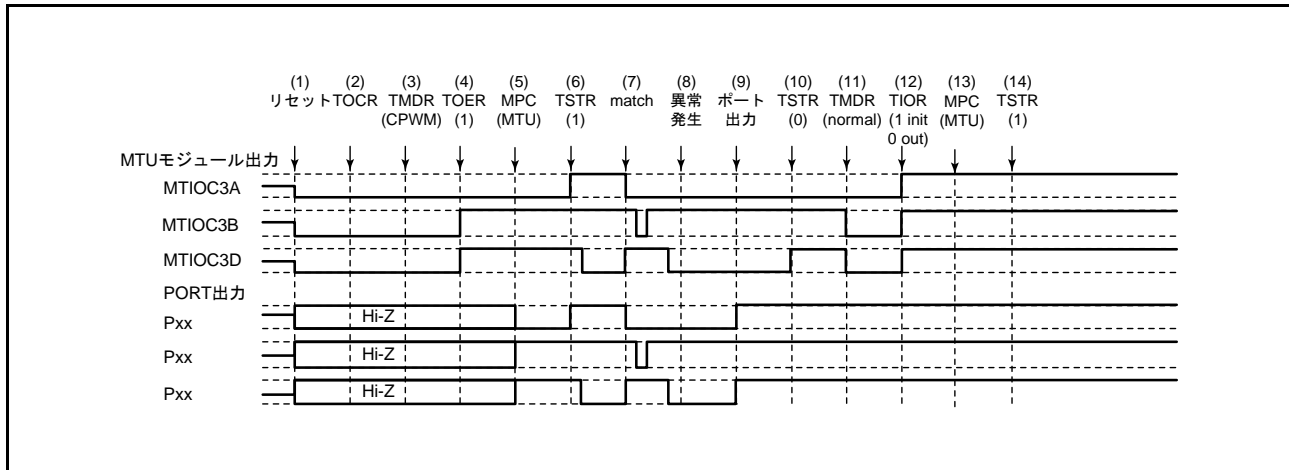

図 23.136 相補 PWM モードで異常が発生し、ノーマルモードで復帰する場合
相補 PWM モードで異常が発生し、再設定後ノーマルモードで再スタートする場合の説明図を図 23.136 に示します。
(1) ~ (10) は図 23.136 と共通です。
(11) PWM モード 1 を設定してください (MTU 出力は Low となります)。
(12) TIOR レジスタで端子を初期化してください。なお、PWM モード 1 では MTIOCnB (MTIOCnD) 端子に波形が出力されません。出力すべきレベルがある場合は、I/O ポートのポート方向レジスタ (PDR)、ポート出力データレジスタ (PODR) で汎用出力ポートの設定をしてください。
(13) MPC と I/O ポートのポートモードレジスタ (PMR) で MTU 出力としてください。
(14) TSTR レジスタで再スタートします。
(23) 相補 PWM モードで動作中に異常が発生し、相補 PWM モードで再スタートする場合の動作
(11) MPC と I/O ポートのポートモードレジスタ (PMR) で MTU 出力としてください。
(12) TSTR レジスタで再スタートします。
(13) コンペアマッチの発生により相補 PWM 波形を出力します。
(24) 相補 PWM モードで動作中に異常が発生し、相補 PWM モードで新たに再スタートする場合の動作
(11) ノーマルモードを設定し新しい設定値を設定してください（MTU 出力は Low となります）。
(12) TOER レジスタで MTU3、MTU4 の出力を禁止してください。
(13) TOCR レジスタで相補 PWM モードの出力レベルと周期出力の許可 / 禁止を選択してください。
(14) 相補 PWM モードを設定します。
(15) TOER レジスタで MTU3、MTU4 の出力を許可してください。
(16) MPC と I/O ポートのポートモードレジスタ（PMR）で MTU 出力としてください。
(17) TSTR レジスタで再スタートします。
(25) 相補 PWM モードで動作中に異常が発生し、リセット同期 PWM モードで再スタートする場合の動作
(11) ノーマルモードを設定してください (MTU 出力は Low となります)。
(13) TOCR レジスタでリセット同期 PWM モードの出力レベルと周期出力の許可 / 禁止を選択してください。
(14) リセット同期 PWM モードを設定します。
(16) MPC と I/O ポートのポートモードレジスタ (PMR) で MTU 出力としてください。
(26) リセット同期 PWM モードで動作中に異常が発生し、ノーマルモードで再スタートする場合の動作